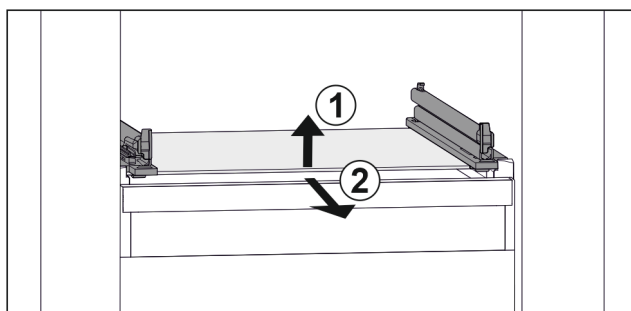

Fig. 98 Примерно изображение на стъклената плоча
- ▶ Повдигнете стъклената плоча отпред Fig. 98 (1)
- ▶ Извадете стъклената плоча напред Fig. 98 (2)